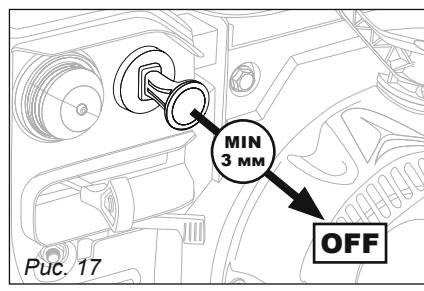

Рис. 17
- Переведите выключатель в положение «**OFF**» (рис. 17).